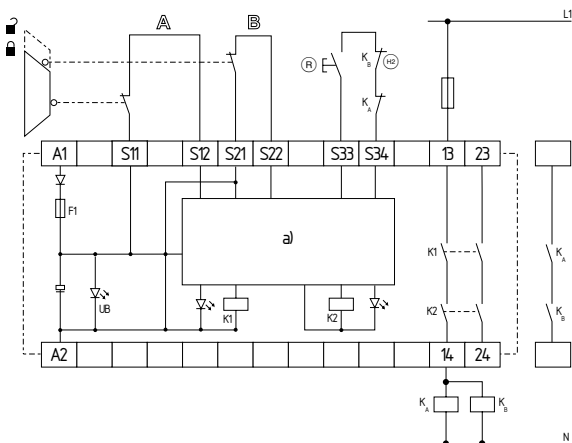

Fig.2
Controlo de dois canais, representado no exemplo de uma monitorização de porta de proteção com dois interruptores de posição, sendo um contacto de abertura forçada; com botão externo de Reset (R) (ver Fig. 2)
- (R) = Circuito de retorno